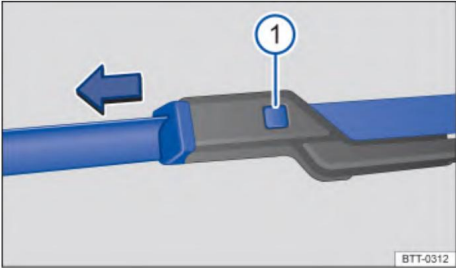

Рисунок 173 Замена щетки стеклоочистителя ветрового стекла
– Нажмите и удерживайте кнопку отсоединения **Рис. 173 1** и одновременно следуйте направлению стрелки